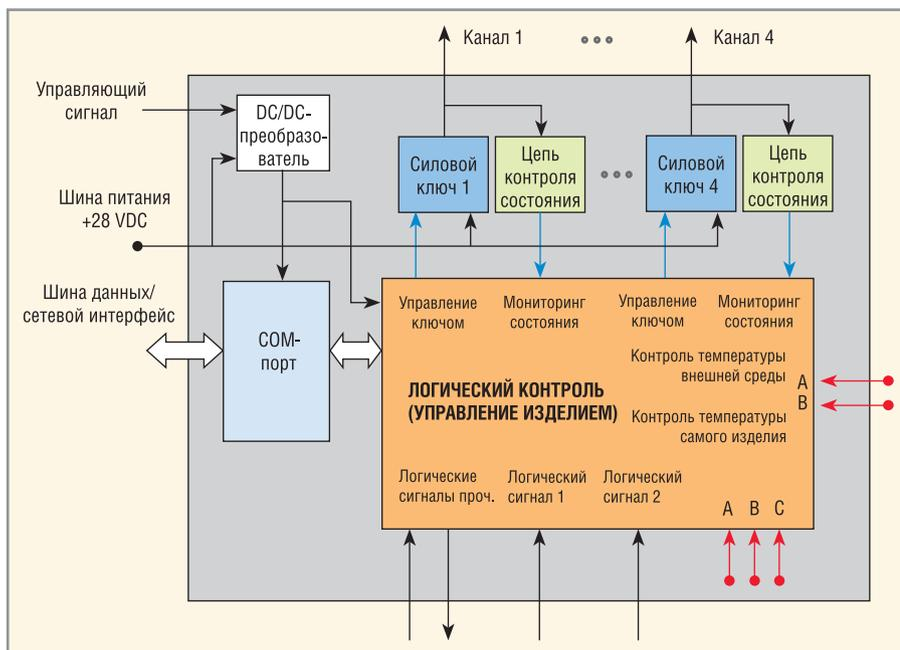

Рис. 1. Архитектура 4-канального твердотельного контроллера нагрузки (SSPC) фирмы Data Device Corporation
- Data Device Corporation: RP-2621X00XNX (16 каналов по 25 А для коммутации 238 А / 28 VDC), RP-2630X00XNX (4 канала по 75 А для коммутации 300 А / 28 VDC; см. рисунок 1), RP-2640X000NX (8 каналов по 25 А для коммутации 200 А / 28 VDC);